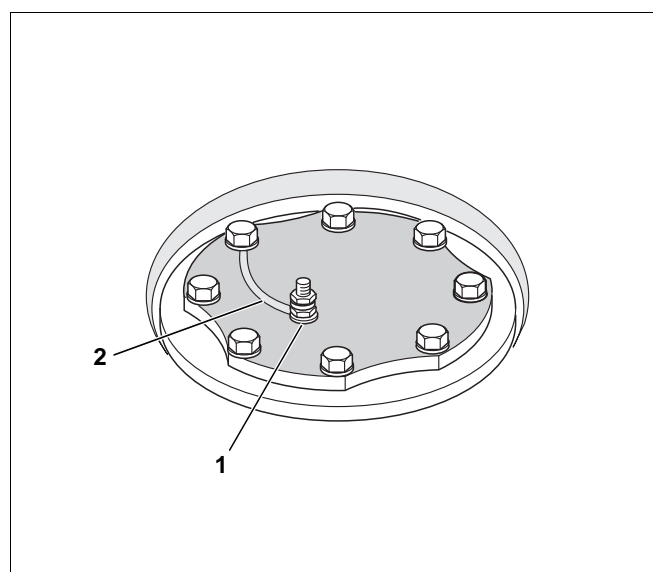

Рис. 7 Подключение магниевого анода
- Проверьте, подключен ли провод заземления (рис. 7, [2]) магниевого анода (рис. 7, [1]).